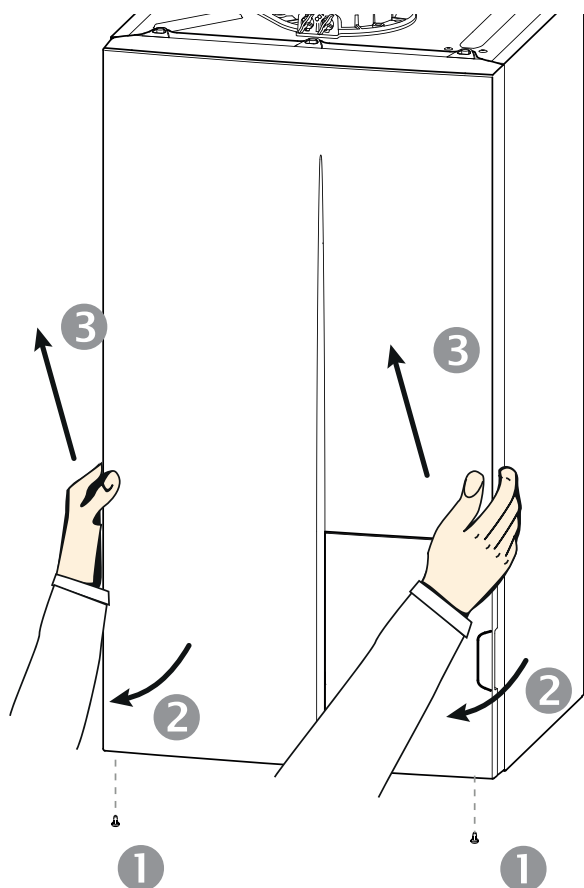

fig. 34 - Smontaggio pannello frontale
- Rimuovere il pannello frontale (fig. 34, pagina 48).